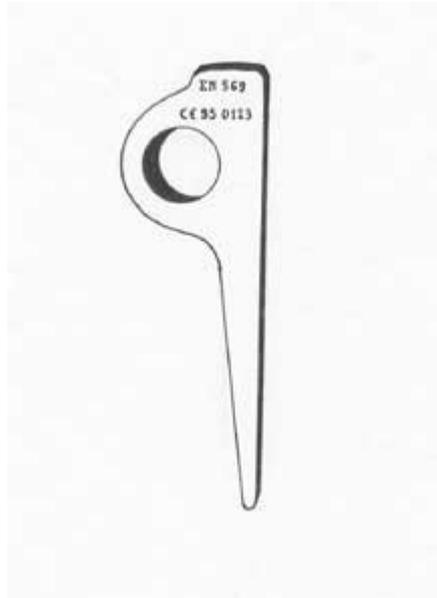

Fig. 1
CAT 3: CE seguito da anno di approvazione e dal numero di identificazione (ID) del Notified Body che effettua la sorveglianza (vedi fig. 1; EN569